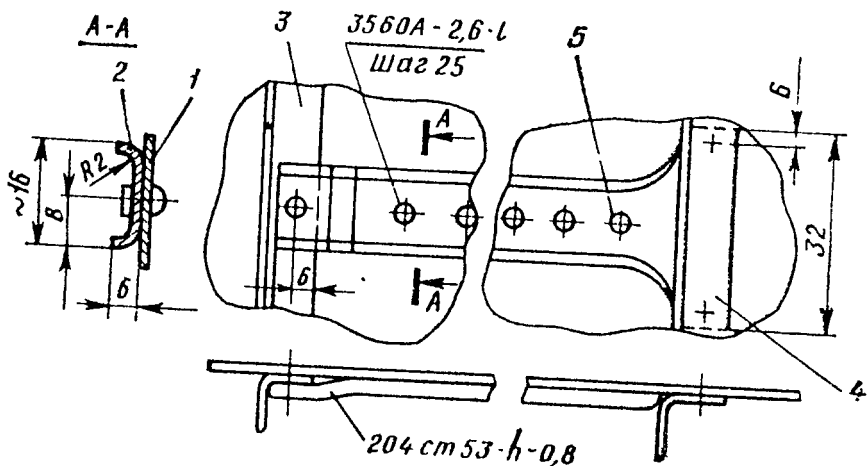
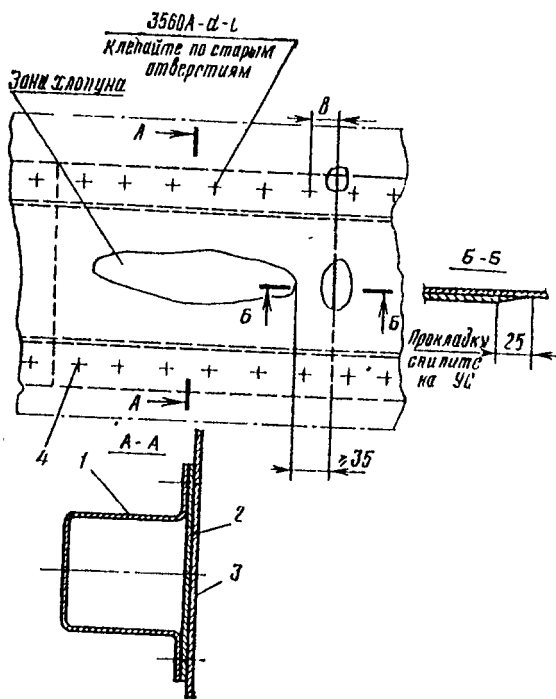
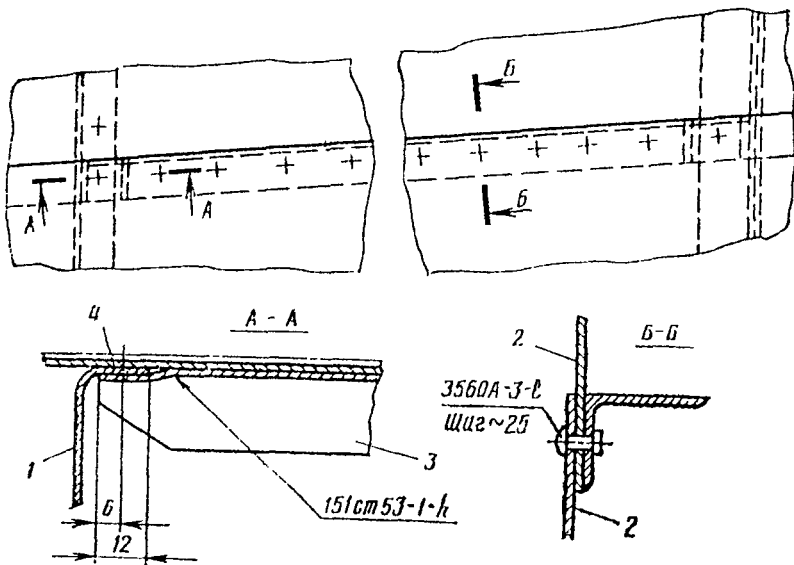

Рис. 4.6. Типовая установка профиля жесткости для устранения хлопуна:
Рис. 4.7. Установка внутренней прокладки для устранения хлопуна:
Рис. 4.8. Установка профиля жесткости для устранения хлопуна в районе стыка обшивок:
7. Хлопуны на обшивке устраняйте установкой дополнительных профилей жесткости (рис. 4.6). В качестве профилей жесткости могут быть использованы пнутые профили из листового материала Д16А-Мл0,8 или прессованные профили Д16-ТПр100-1 и Д16ТПр100-2. При обнаружении хлопунов на участках обшивки, замкнутых трудноъемными элементами конструкции хлопуны устраняйте установкой внутренней прокладки из материала Д16Тл1,5 (рис. 4.7). При возникновении хлопуна по стыкам обшивок, расположенных между стрингерами, хлопуны устраняйте установкой профиля жесткости согласно рис. 4.8. Шаг заклепок 25 мм.
3. Хлопуны на обшивке нижней крышки устранили постановкой усиливающего профиля жесткости, предварительно выгнув его по контуру обшивки (см. рис. 4.6).